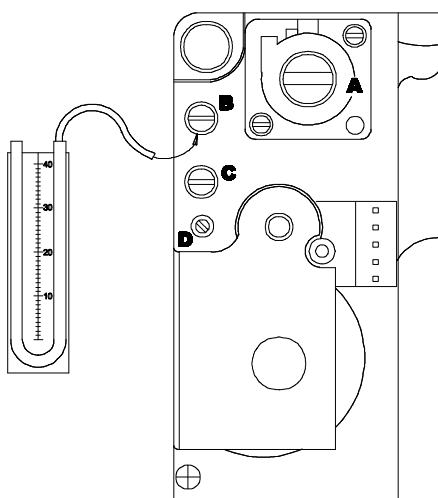

Abb. 1
6. Mit einem Schraubenzieher auf die Schraube D einwirken (siehe Abb. 1 bei Parameter 11);
- a. Den Aluminiumdeckel A (Abb. 1) entfernen und mit einem Schraubenzieher auf die Plastikschraube einwirken, um den maximalen Gasdruck im Brauchwasser einzustellen;